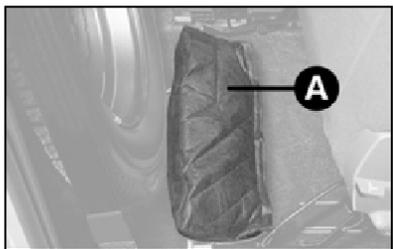

fig. 4
- Levantar o banco do passageiro e soltar a bolsa de ferramentas, fixada ao assoalho por meio de velcro **A-fig. 4**, retirando o macaco e a bolsa de ferramentas.
13) colocar o macaco e as ferramentas utilizados no suporte das ferramentas no local apropriado, de modo a evitar vibrações, ou que se solte durante a marcha **fig. 4** (Strada) ou **fig. 14** (Palio e Siena);